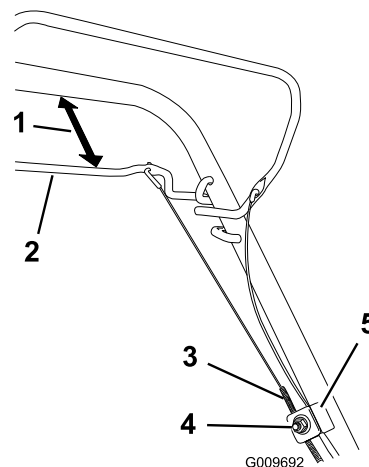

Figure 27
1. Desserrez l'écrou du support de guidage du câble (Figure 27).
2. Maintenez la barre de commande d'autopropulsion de 25 à 38 mm du guidon (Figure 27).
3. Tirez la gaine du câble vers le bas (vers la machine) pour éliminer le mou du câble (Figure 27).